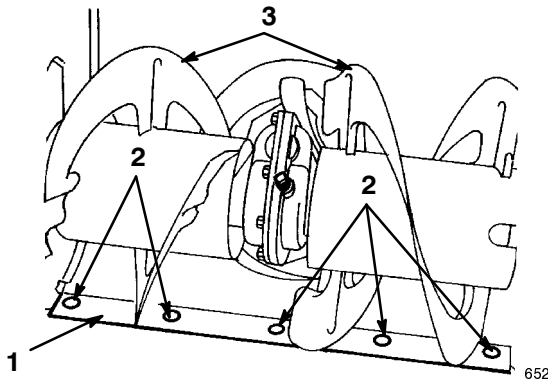

Bild 32
5. Stützen Sie die **Schneckenblätter** so ab, dass sie 3 mm vom Boden entfernt sind (Bild 32).
7. Lösen Sie zur Einstellung der Schürfleiste die fünf Schrauben (Bild 32), richten die Leiste aus und ziehen die Befestigungsschrauben wieder fest.